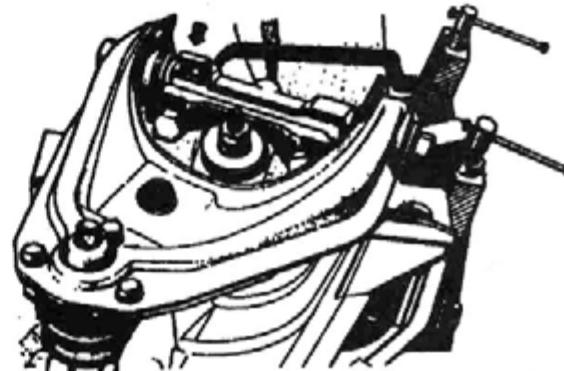

Рис. 185. Установка скобы для регулировки продольного наклона оси поворота колес
2. Регулировку угла продольного наклона оси поворота колеса производите установкой дополнительной скобы под один из болтов крепления оси верхнего рычага (рис. 185).